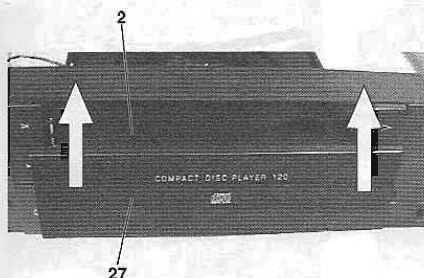

Fig. 2
- Schubladenabdeckung 27 nach oben ausrasten und abnehmen (Fig. 2).
- Disengage the cover 27 of the tray by pulling it upwards and take it out (Fig. 2).